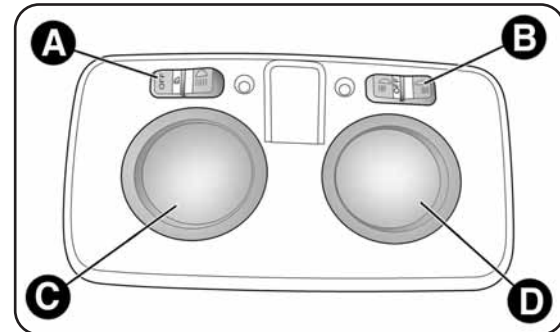

fig. 32
### PLAFONNIER AVANT AVEC ÉCLAIRAGE SPOT fig. 32
**ATTENTION** Sur certaines versions, le plafonnier de la fig.32 est monté en position arrière centrale (en présence d'un toit ouvrant électrique).